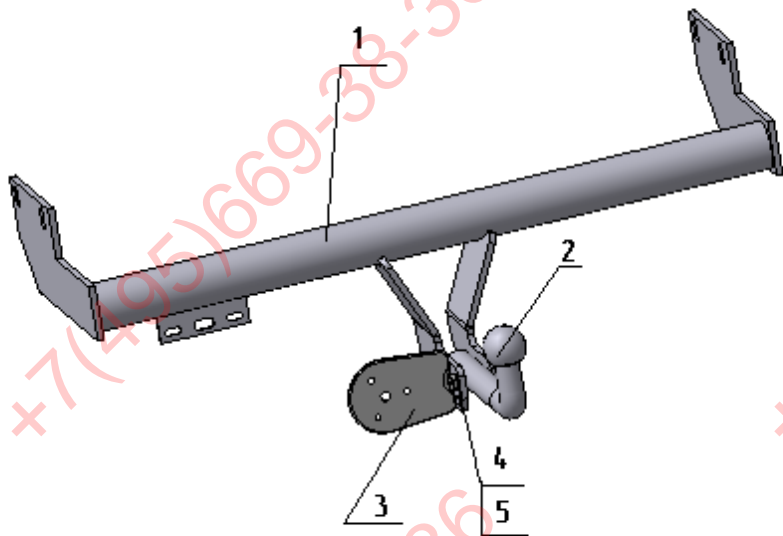

Рис. 1
- согласно Рис.1 закрепить ТСУ на автомобиле с помощью крепежных элементов, снятых при демонтаже противоподкатного бруса;